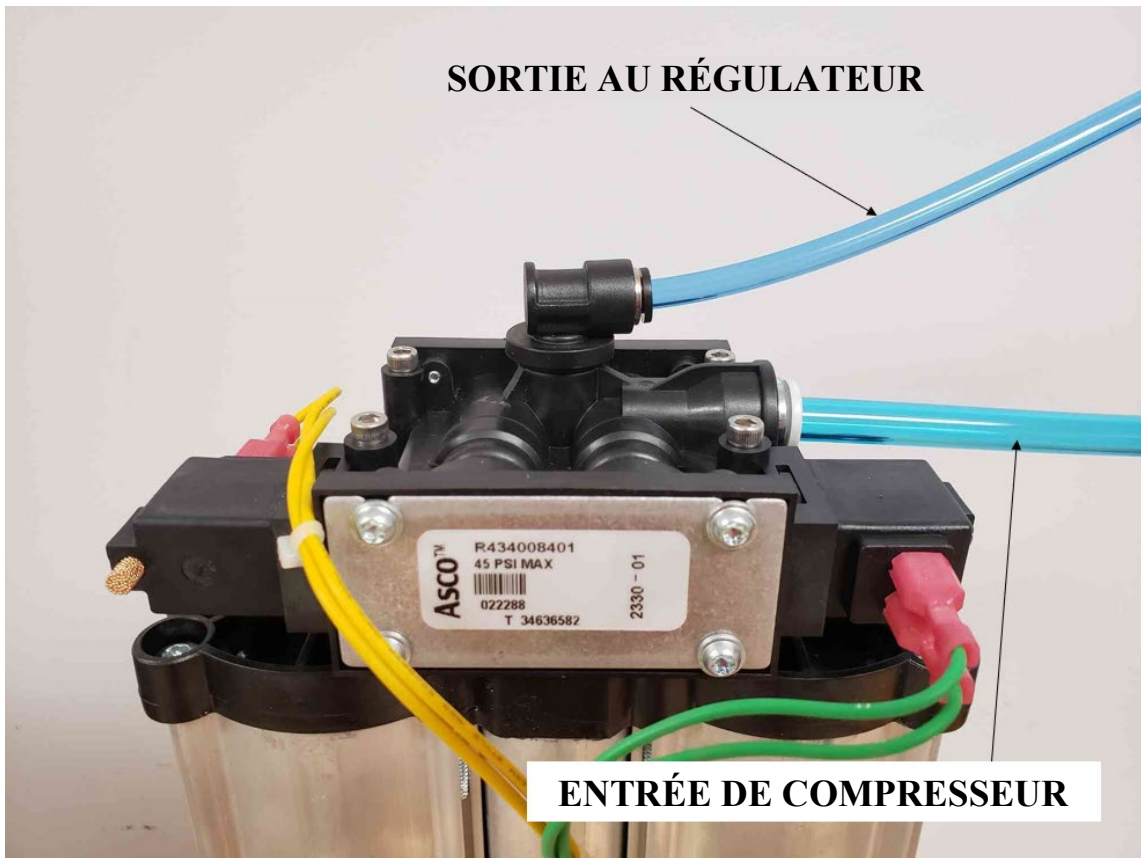
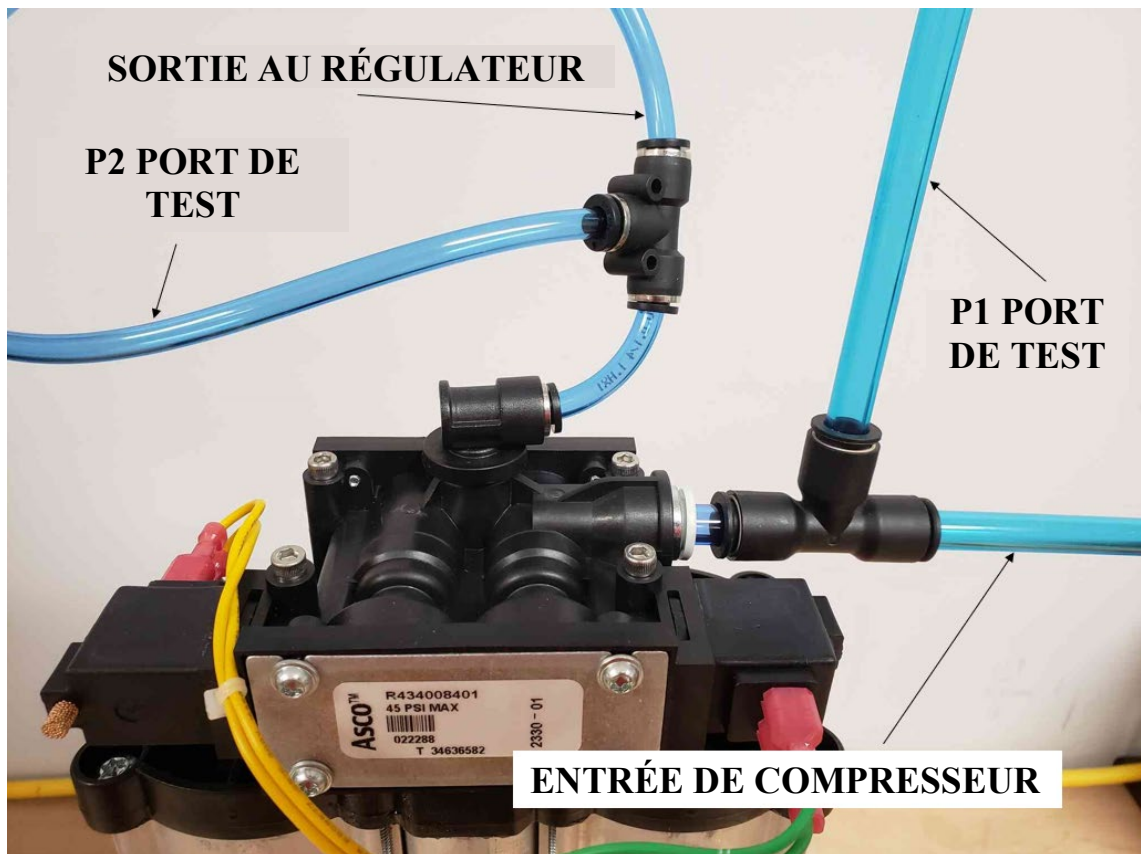

Fig. 6.1.1
Fig. 6.1.2
3. Retirer les conduites d'alimentation en air à la soupape de commande et installer le port de test raccord en T. La figure 6.1.1 montre la configuration normale d'exploitation pour l'appareil. La figure 6.1.2 montre l'installation des ports de test.
3. Débrancher la prise du raccord en T au sommet de la valve et installer le tuyau de test (un OD de 1/4" est requis pour cette tâche). La figure 6.1.1 montre la configuration normale d'exploitation pour chaque l'appareil. La figure 6.1.2 montre l'installation des ports de test.